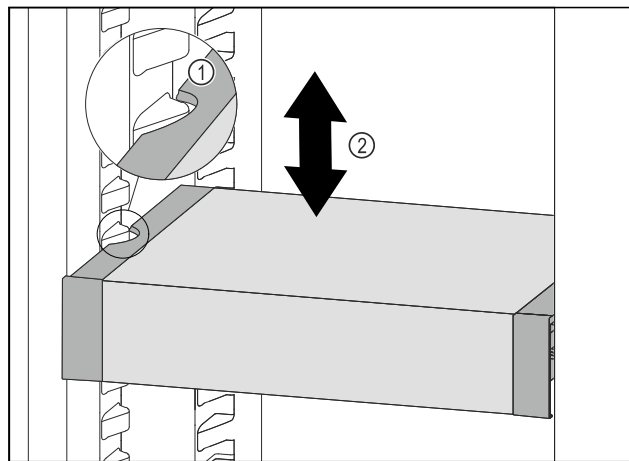

Fig. 200
- Tirer le VarioSafe vers l'avant jusqu'à ce que les encoches latérales du VarioSafe soient à la hauteur de la nervure du bac dans la partie réfrigérateur. Fig. 200 (1)
- Déplacer le VarioSafe vers le haut ou vers le bas dans la partie réfrigérateur jusqu'à ce que la hauteur souhaitée soit atteinte. Fig. 200 (2)